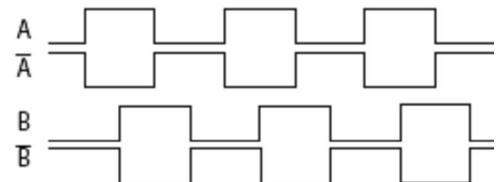

Рис. 6.6. Сигналы датчика положения
- Aabb, [AABB] – датчик с четырехканальным выходом (сигнал *A* и инверсный ему  $\bar{A}$ , сигнал *B*, сдвинутый относительно *A* на  $\frac{1}{4}$  периода, и инверсный ему  $\bar{B}$ , см. рис. 6.6);